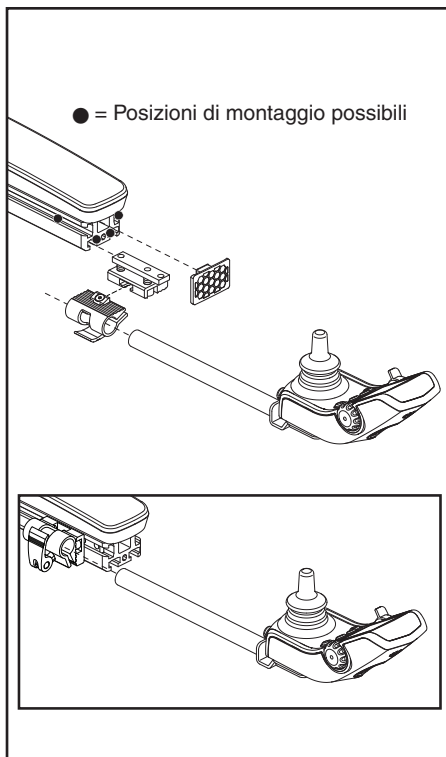

Figura 18. Posizione della centralina (qui su un supporto standard)
3. Allentare le viti di montaggio del supporto della centralina. **Vedi figura 18.**